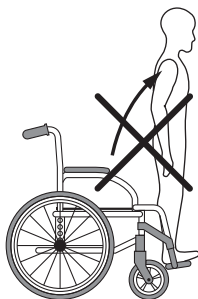

Fig 13
- Nunca se ponga de pie sobre las plataformas de los reposapiés al entrar o salir de la silla de ruedas. [Fig. 13]